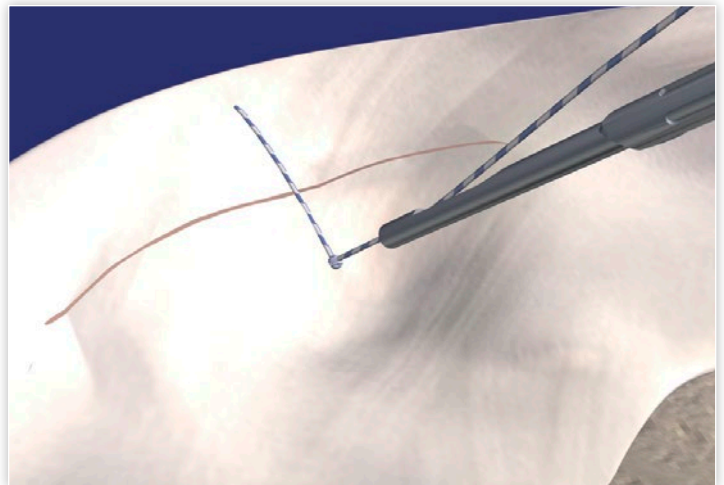

Abb. 15: Einbringen des Knotenschiebers/Cutters
7. Straffen Sie den Faden und schieben Sie den Knotenschieber/Cutter vorsichtig bis zum Knoten (Abb. 15).